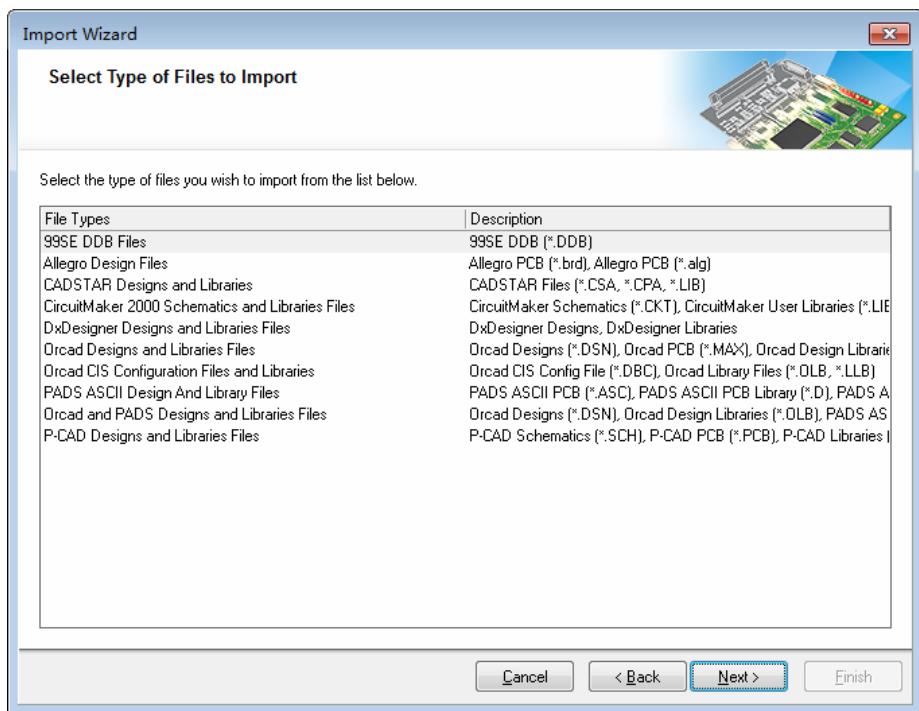

图 2-14 选择导入文件类型
2) 单击 **Next** 按钮，进入文件类型选择界面，如图 2-14 所示，里面列出了各种可以导入的文件类型。